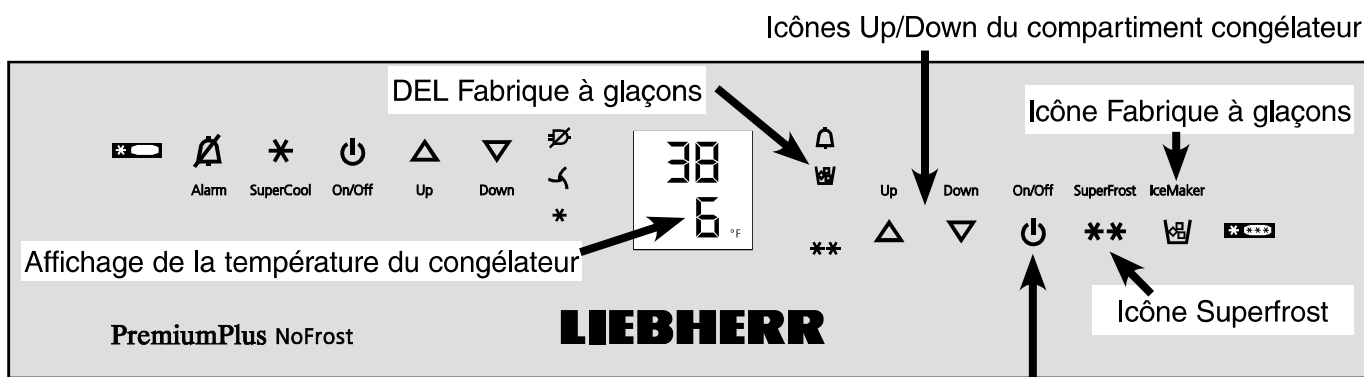

Figure 23
- Mettre en marche la fabrique à glaçons en appuyant sur l'icône Fabrique à glaçons (**Figure 23**).
- Appuyer sur l'icône **Fabrique à glaçons** afin d'allumer la **DEL Fabrique à glaçons (Figure 23)**.